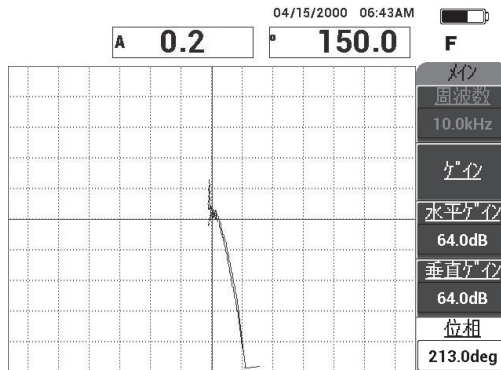

図 6-33 信号位相の上向き調整
7. 基本メニューキー (📶) を押してから**位相** (E キー) を押して、剥離部の信号ポイントが90度上向きになるように信号位相を調整します (156 ページの図 6-33 参照)。